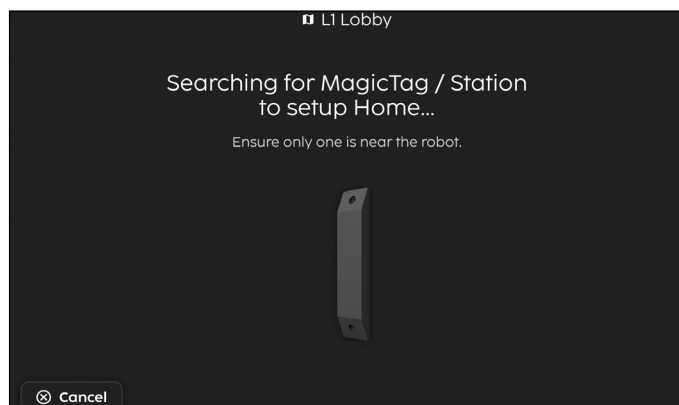

Abbildung 26
4. Während des Kopplungsvorgangs (**Abb. 26**) zwischen dem Gerät und dem MagicTag, stellen Sie sicher, dass sich nur 1 MagicTag innerhalb von ~30 cm vom Gerät befindet.